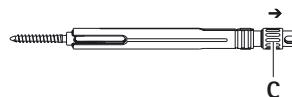

Рис. 6
- Поверните зажимной винт **C** в направлении стрелки пока не станет видна резьба в направлении рабочего конца, см. Рис. 6.